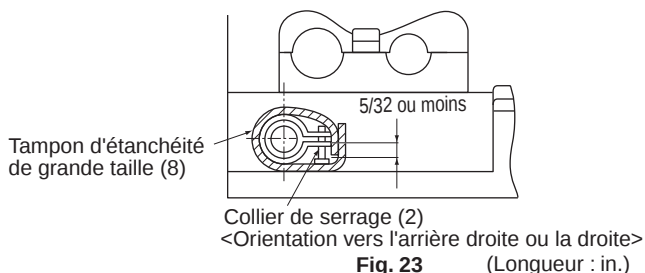

Fig. 23
Serrez les vis du collier de serrage jusqu'à ce qu'il ne dépasse que de 5/32 in.. (Veillez au sens de la pièce de fixation pour éviter que le collier n'entre en contact avec la grille d'aspiration.) **(Reportez-vous à la Fig. 23)**
- Isolez le collier de serrage et le tuyau d'écoulement en partant du bas à l'aide du tampon d'étanchéité de grande taille fourni (8). **(Reportez-vous à la Fig. 23)**
(2) Vérifiez que l'écoulement soit régulier après avoir fini d'installer les conduites.